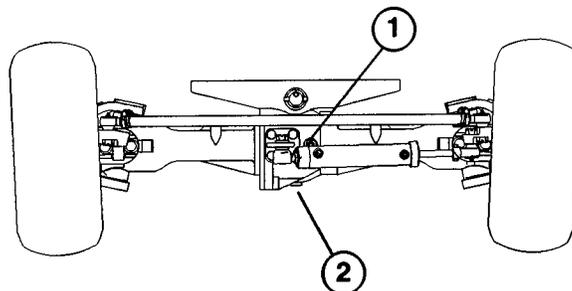

Fig. 6
VERIFICA DEL LUBRIFICANTE DELL'ASSALE POSTERIORE (Fig. 6)
2. Togliere il tappo di ritegno dall'assale ed accertare che il lubrificante raggiunga la base del foro. Se il livello è basso, rabboccare con lubrificante fino alla base del foro (Fig. 6).